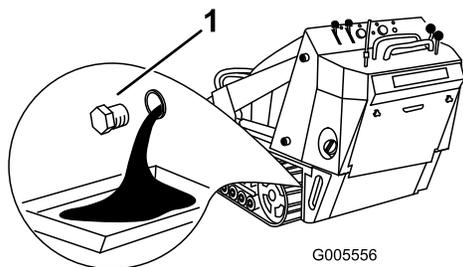

Bild 37
4. Nehmen Sie die Ablassschraube ab (Bild 37).